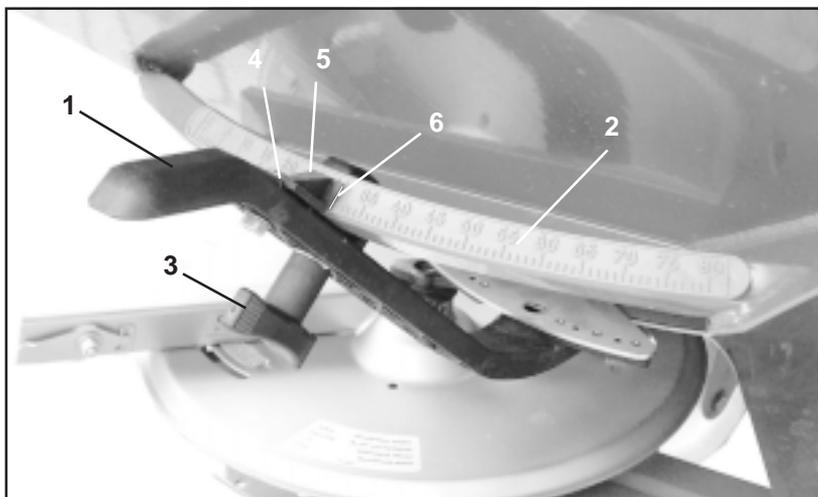

Рис. 9.4
- Откройте заслонку дозатора при помощи переводного рычага (Рис. 9.4/1).
- Переместите переводной рычаг по шкале (Рис. 9.4/2) до упора с болтом.
- Зафиксируйте переводной рычаг при помощи вращающейся ручки (Рис. 9.4/3).
- Отвинтите болт с шестигранной головкой (Рис. 9.4/4). Указатель (Рис. 9.4/5) направьте на значение шкалы „8“ и зафиксируйте при помощи болта с шестигранной головкой. Грань считывания указателя изображена на Рис. 9.4/6.